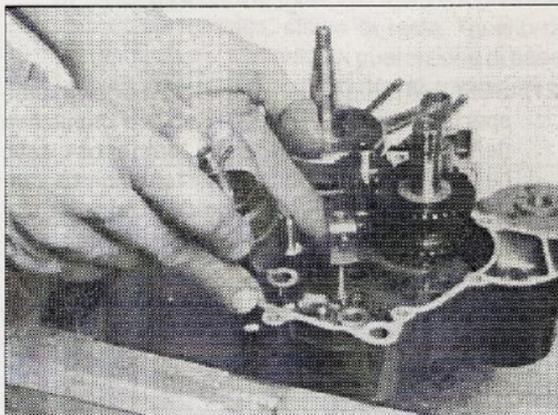
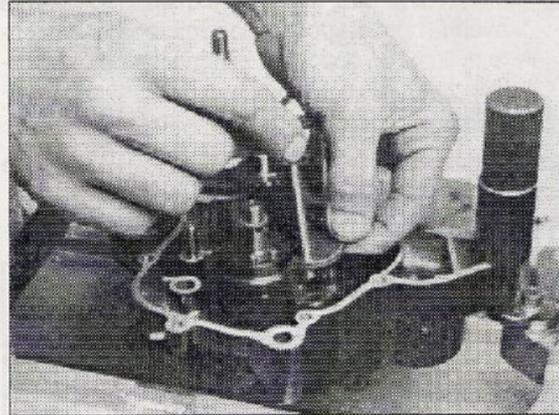
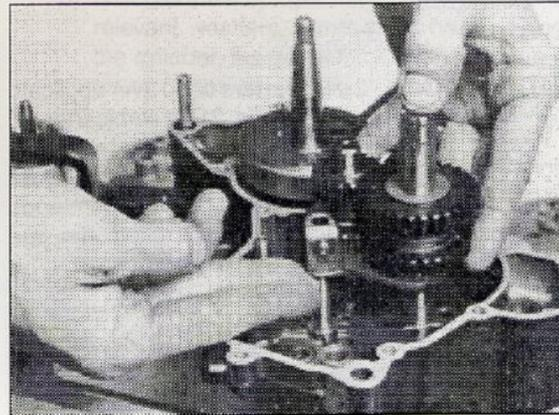

Fig. 25
Fig. 24
Fig. 26
24) SFILARE l'albero secondario (Fig. 24) unitamente all'albero desmodromico (Fig. 25), alle forcelle sposta-marce (Fig. 26) e le relative rondelle di rasamento inferiori sollevando leggermente l'albero primario.
24) REMOVE the driven shaft (Fig. 24) together with the shift cam (Fig. 25), the shift forks (Fig. 26) and then the lower washers slightly lifting the main shaft.